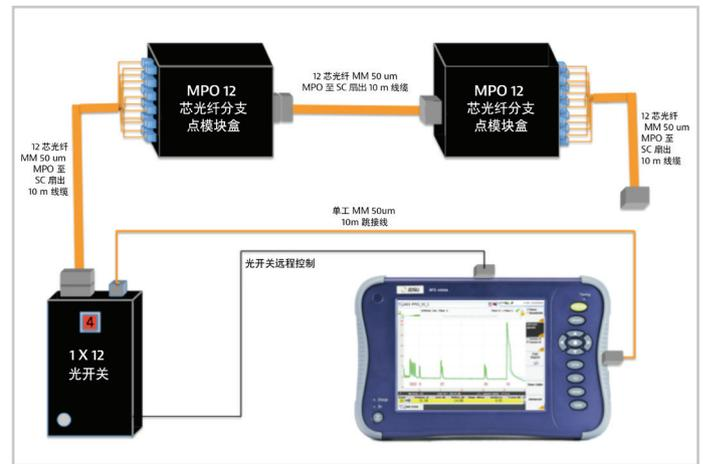

图 7. 高分辨率链路测试的测试设置（含分支点模块盒）
- VIAVI 的 EVO-A 模块为 MTS-8000 (v2) 和 -6000A v2 平台实现了集成的 EF 合规性。这样就不再需要外置 EF 模式调节器，从而简化了技术人员的实施过程，并确保提高 EF 合规性提供的损耗准确性（见本文后面的图 7）。